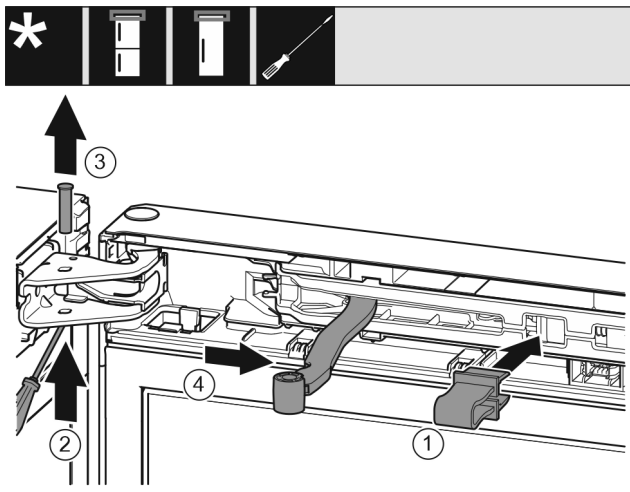

Fig. 8
- ▶ Poistku zaklapnite v otvore. Fig. 8 (1)
- ▶ Čap vysuňte skrutkovačom. Fig. 8 (2)
- ▶ Čap vyberte nahor. Fig. 8 (3)
- ▶ Kĺb otočte v smere dverí. Fig. 8 (4)